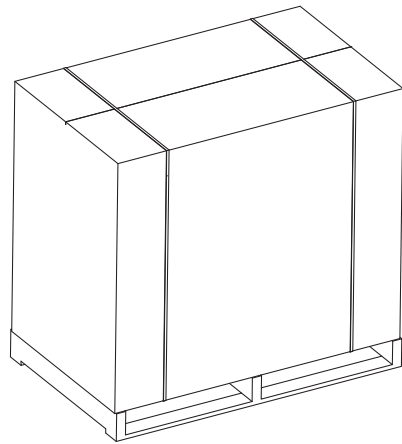
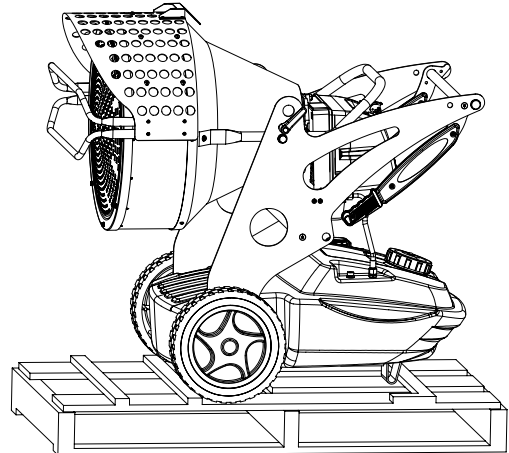

Рисунок 1 - Упаковка нагревателя
Рисунок 2 - Нагреватель на поддоне
- Удалить подставки, использованные для упаковки прибора (Рис. 1).
- Удалить крепления, фиксирующие нагреватель к поддону (Рис. 2).
- Тщательно прикрепить нагреватель к поддону (Рис. 2).
- Если есть возможность, вставить картон от упаковки сверху вниз до дна поддона, фиксируя его соответствующими материалами (Рис. 1).
- Хранить прибор в соответствующем, сухом месте, не устанавливая вертикально больше, чем 2 упаковки. Высылать нагреватель так, как показано на Рис. 1 или, руководствуясь Рис. 2.